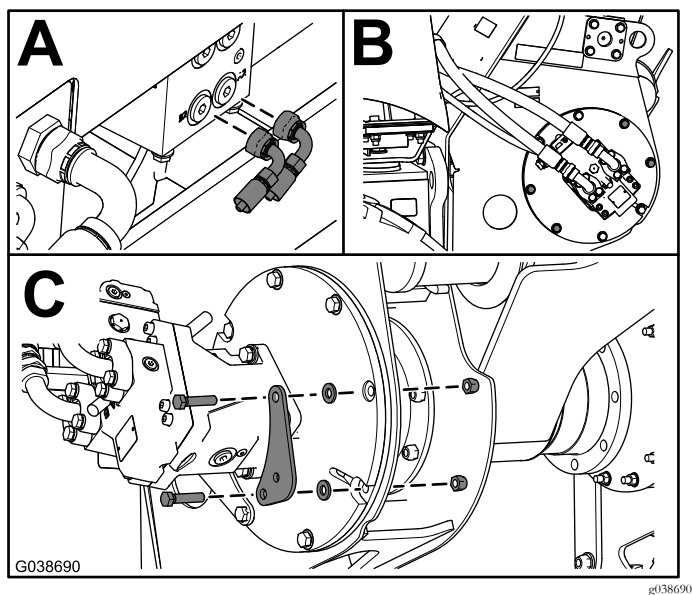

図 3
1. アダプタフィッティング2個を機体に取り付ける 図 3。
2. ボルト 4本とワッシャ、ナットを取り外す 図 3。
3. ホース取り付けクランプを取り付けるボルト 1/2- x 2-1/4 インチ 4本、ワッシャ 4枚と先ほど取り外したナットを使用し 図 3のように取り付ける。